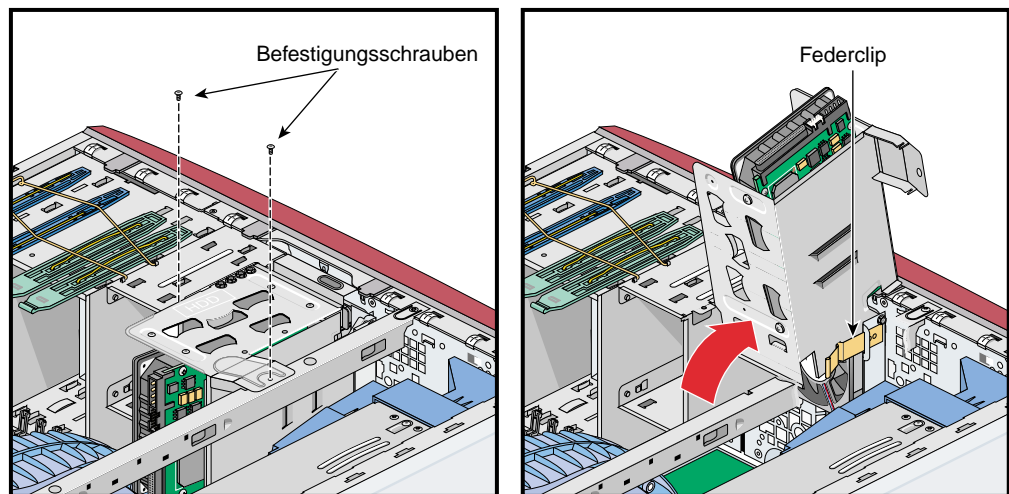

Abbildung 4-23 Öffnen des unteren Laufwerk-Einbaurahmens
2. Lösen Sie die beiden Schrauben, mit denen der Laufwerk-Einbaurahmen am Gehäuse befestigt ist. Klappen Sie anschließend den Laufwerk-Einbaurahmen nach oben und aus dem Gehäuse, bis er einrastet. Siehe Abbildung 4-23.